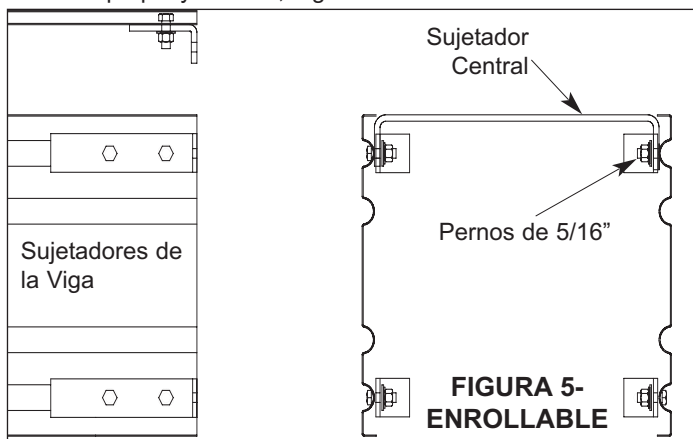

FIGURA 5- ENROLLABLE
1. **PUERTA ENROLLABLE** – Atar la abrazadera del sujetador central al sujetador posterior de la viga, usando dos pernos con cabeza hexagonal plana de 3/8"x1", empaque y tuercas, Figura 5.